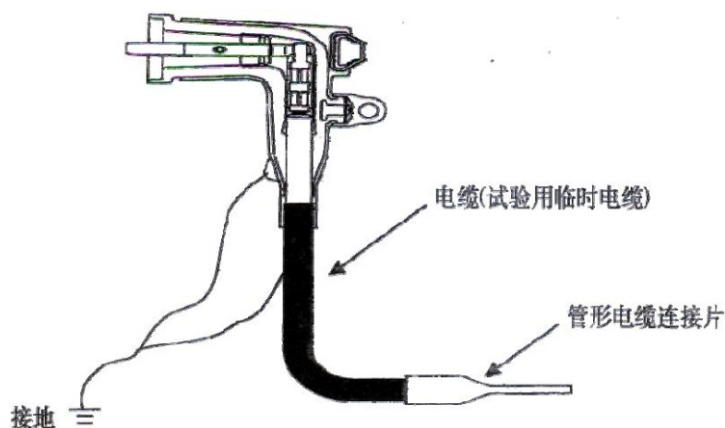

图7
- 5、10kV 组合变若采用肘型电缆插头，为了验收的方便，必须要做测试用的电缆线（带接线端头）引出以提供合适的测试端头，安装方式同肘形电缆接头，按图 7 示意进行操作。将进行变比、绝缘电阻、直流电阻、联接组别、耐压试验时的端头接在管形电缆连接片上进行试验。